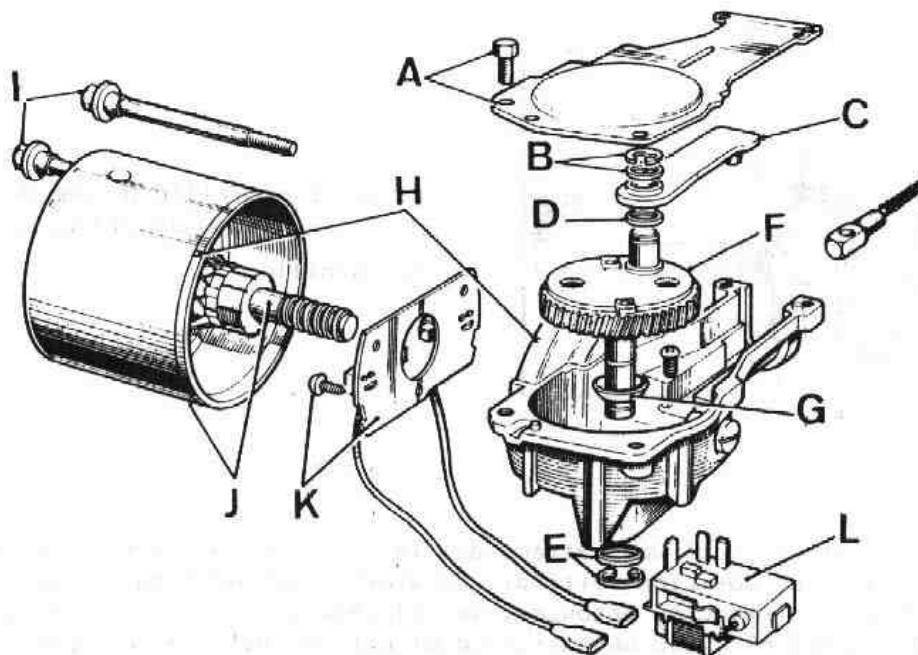

Fig. N2-11 Motor del limpiaparabrisas
- 1.1. Retirar la tapa, A (Fig. N2-11) de la caja de velocidades del motor del limpiaparabrisas.